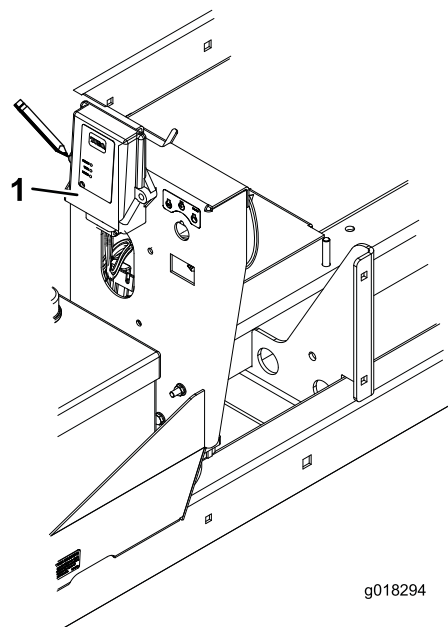

Figura 2
4. Posizionate il nuovo ricevitore sul telaio, allineando il relativo foro di montaggio destro con il foro di montaggio superiore destro utilizzato per montare il vecchio ricevitore (Figura 2).
5. Utilizzando il foro sinistro sul nuovo ricevitore come modello, individuate il punto di foratura e praticate un foro del diametro di 0,713 cm sul telaio (Figura 2). Assicuratevi che il controller senza fili sia in piano.